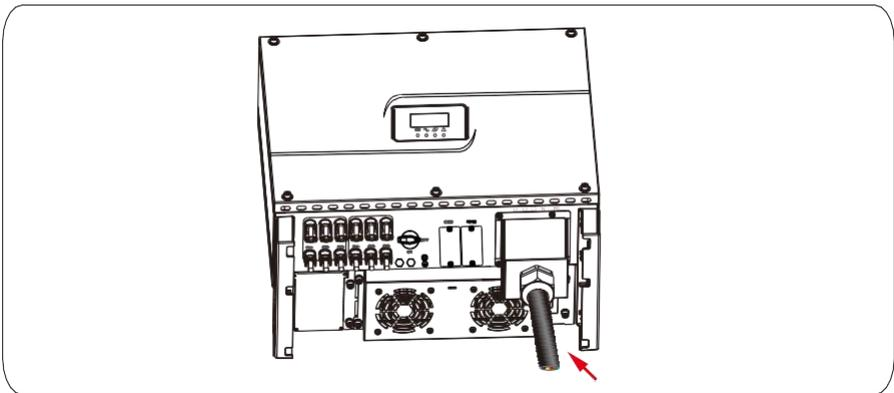

Figura 5.7 Ajuste del tablero de cableado
Paso 4 Vuelva a bloquear la carcasa del terminal de salida CA en la posición original, estire todas las líneas por el extremo de CA, sin forzar, y luego ajuste el enchufe, tal como se muestra en la figura 5.7.